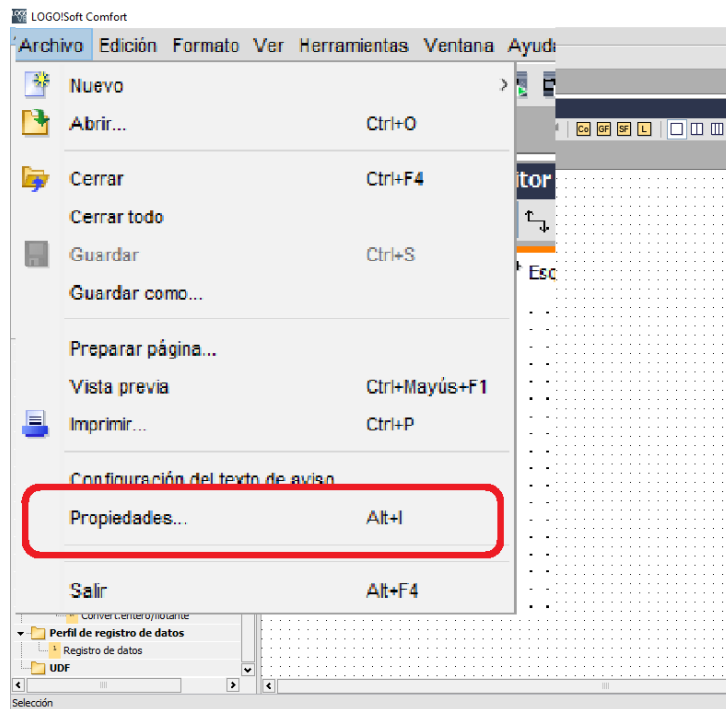

Ilustración 12 Configuración entradas digitales (a)
- b. Repetimos los pasos b, c y d de la configuración anterior, pero en este último tomamos la segunda opción “Habilitar 2 AI”, (Ilustración 12)